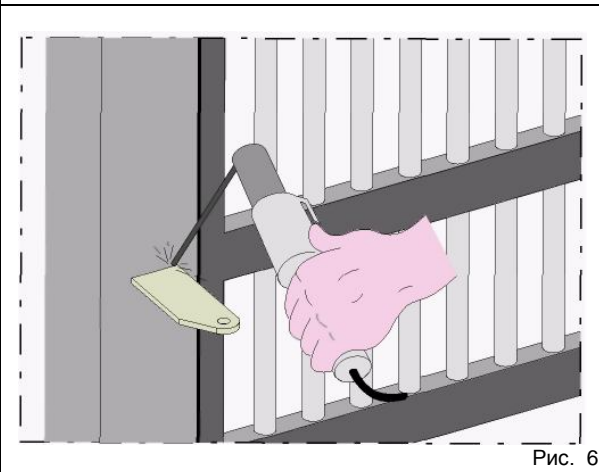
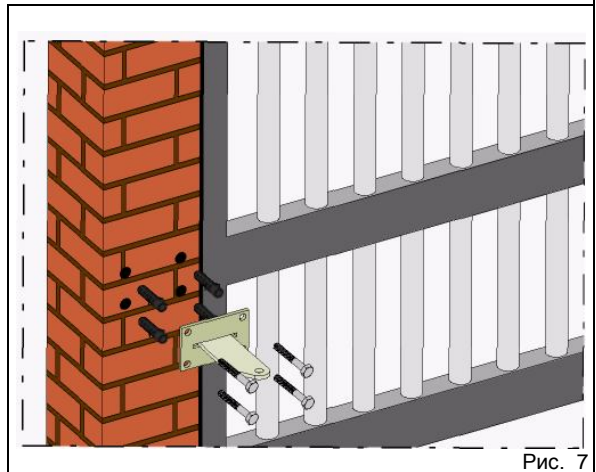

Рис. 6
Рис. 7
- 1) Сначала необходимо определить место установки заднего кронштейна в соответствии с приведенными выше указаниями. Крепление кронштейна к металлической колонне осуществляют сваркой (рис. 6). В случае кирпичной кладки необходимо сначала прикрутить к столбу металлическую пластину (в комплект привода не входит) с помощью шурупов (рис. 7). Кронштейн следует приварить к пластине.